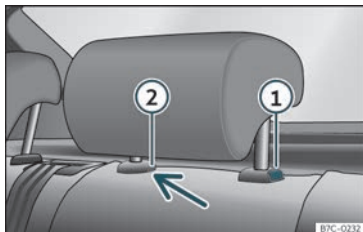

Fig. 100 Encosto de cabeça traseiro: desmontagem.
- Pressione o botão »» Fig. 100 ①, pressionando ao mesmo tempo através do orifício da trava de segurança ② com uma chave de fendas plana com um máximo de 5 mm de largura e retire o encosto de cabeça.